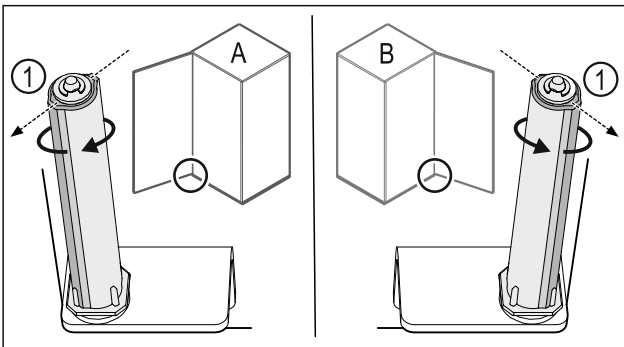

Fig. 47 Butée à gauche (A) / butée à droite (B)
- Tourner le système de fermeture contre la résistance jusqu'à ce que son arête Fig. 47 (1) pointe vers l'extérieur.